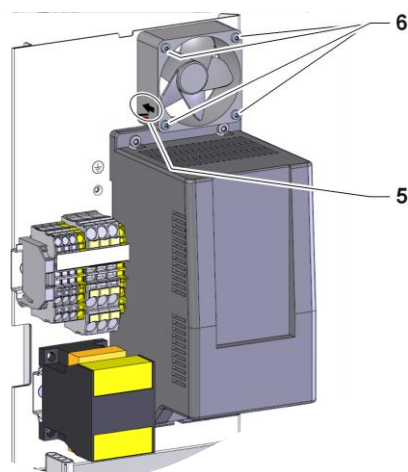

Fig. 5: Ventilateur monter la partie électrique
- Remonter le ventilateur (EV 1) avec flux d'air dans la direction de la plaque de montage (voir flèche sur le boîtier, marquage 5 → Fig. 5) et le fixer avec 4x vis (marquage 6 → Fig. 5).
- S'assurer que l'air circule dans le bon sens (marquage 5 → Fig. 5).